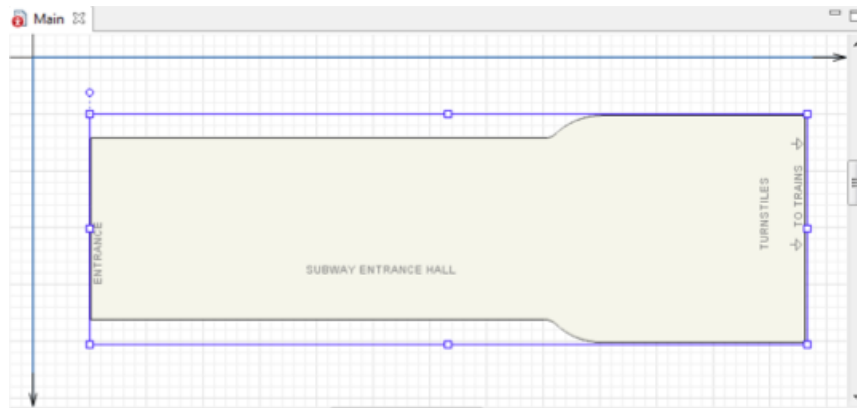

Рисунок 7.3 – Использование фигур разметки пространства для рисования стен
2. Поверх стен на этом плане рисуются стены с помощью специальных элементов разметки пространства AnyLogic (Рисунок 7.3).